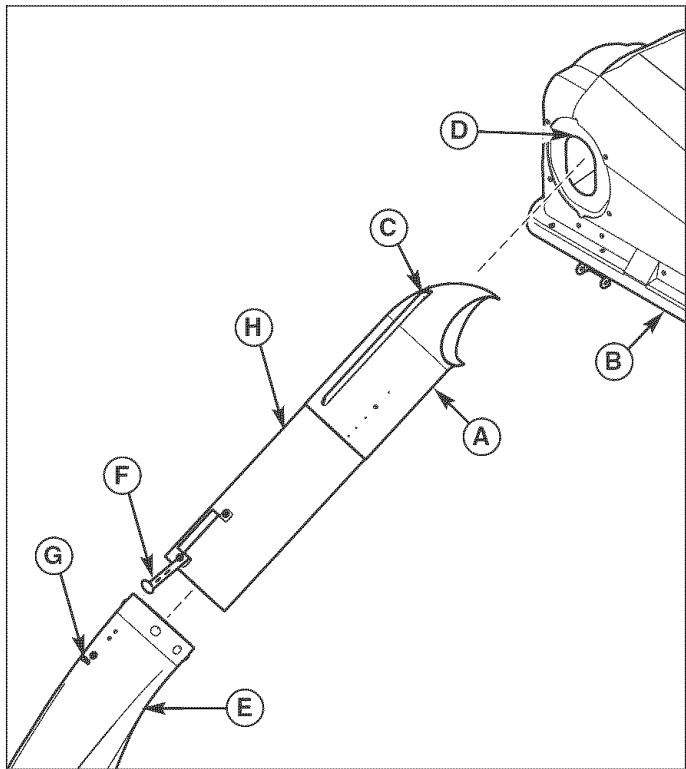

Figura 43. Conexión del conjunto de tubo con el conducto inferior y la tapa
1. Deslice el tubo superior (A, Figura 43) en la tapa (B) alineando el reborde (C) con la abertura (D), como se muestra.
2. Deslice el conjunto de tubo (H) sobre el conducto inferior (E). Fije el conjunto de tubo (H) al conducto inferior (E) usando la banda elástica (F) y el pasador (G).